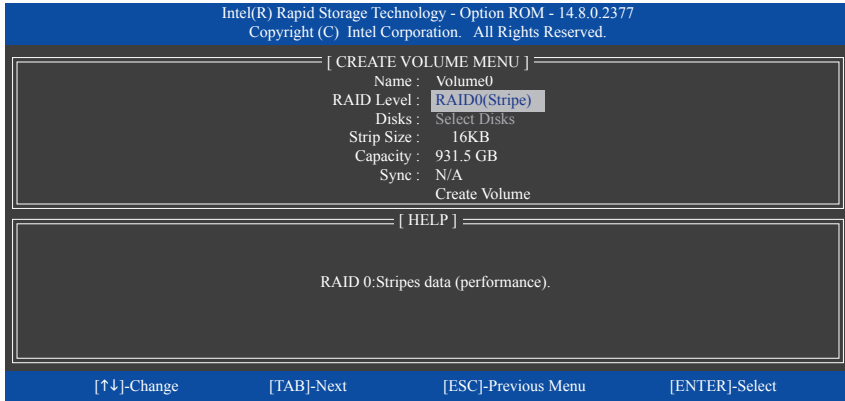

図 15
**CREATE VOLUME MENU** スクリーンに入った後、**Name** の項目で 1~16 文字 (文字に特殊文字を含めることはできません) のボリューム名を入力し、<Enter> を押します。次に、RAID レベルを選択します (図 15)。サポートされる RAID レベルには RAID 0、RAID 1、RAID 10、と RAID 5 が含まれています (使用可能な選択は取り付けられているハードドライブの数によって異なります)。<Enter>を押して続行します。